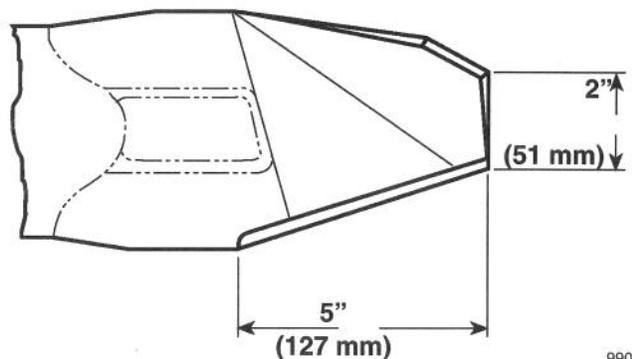

Figure 27
**Remarque:** La lame ne doit pas être affûtée à plus de 13 cm (5 pouces) des extrémités extérieures et à moins de 5 cm (2 pouces) du bord de fuite (Fig. 27).